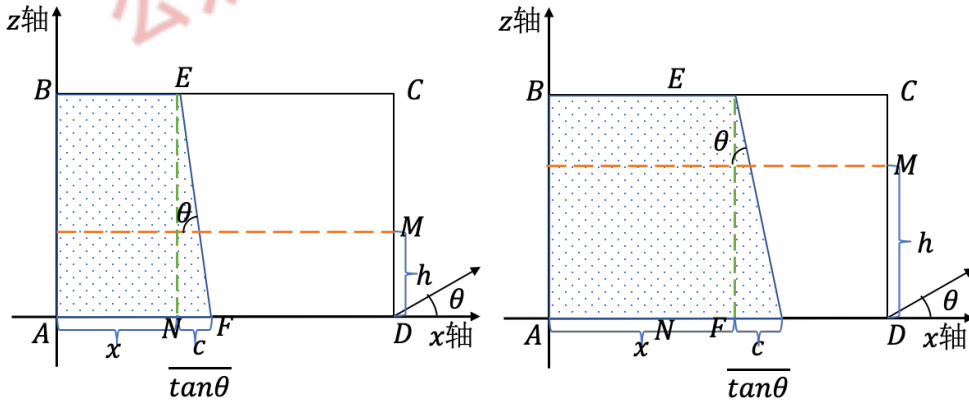

图 9: $h_k(t) \leq \frac{c_k}{2}$ 和 $h_k(t) > \frac{c_k}{2}$ 时油面形状为梯形 2 示意图
(4) 油面呈现为“梯形 2”: $|\theta| > \theta_2$ 且 $h_k(t) \leq \frac{c_k}{2}$; $|\theta| > \theta_4$ 且 $h_k(t) > \frac{c_k}{2}$ 。如图 9 所示。